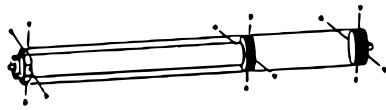

Fig. 2
- La distanza di montaggio tra il bordo esterno dell'adattatore e il diametro interno dell'albero non deve superare 1 mm (fig. 2).
- L'albero della serranda avvolgibile e la capsula cilindrica devono essere fissati in modo uniforme in direzione radiale con quattro viti a testa svasata 5×20 autofilettanti. Le viti devono essere fissate al centro della capsula e al centro dell'albero in direzione assiale (Fig. 2, 4).